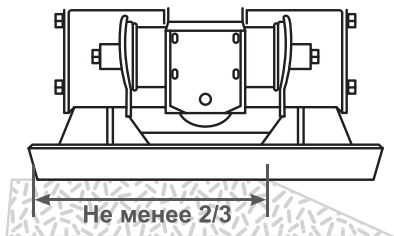

Рис. 17 Расположение виброплиты на краю обрабатываемой поверхности
13. При перемещении виброплиты по краю обрабатываемой поверхности, в плотном соприкосновении с поверхностью должно оставаться не менее 2/3 части рабочей площади плиты (Рис. 17).